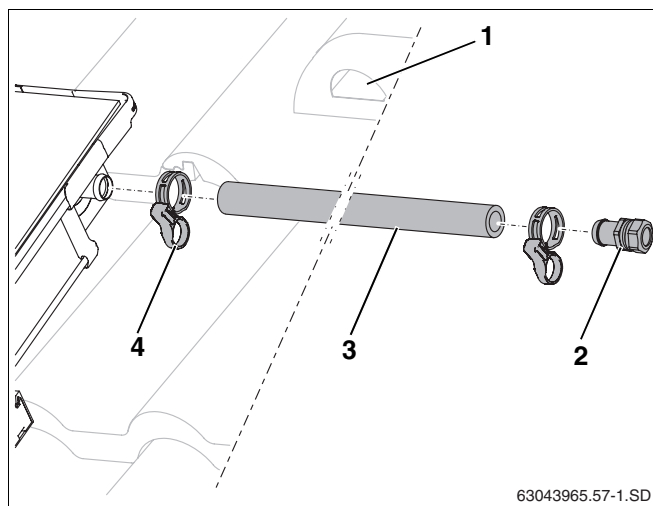

fig. 53 Instalar a tubagem de impulsão (sem dispositivo de purga no telhado)
- ▶ Aplicar a mangueira solar (1000 mm, fig. 53, **item 3**) à ligação de impulsão do campo de colectores e fixar com braçadeira de mola (fig. 53, **item 4**).
- ▶ Colocar na mangueira solar o terminal de mangueira com a união roscada de anel de aperto (fig. 53, **item 2**) até ao batente e fixar com braçadeira de mola.
- ▶ Ligar o tubo colector ao terminal de mangueira R $\frac{3}{4}$ com união roscada de anel de aperto (18 mm) (fig. 53, **item 2**).